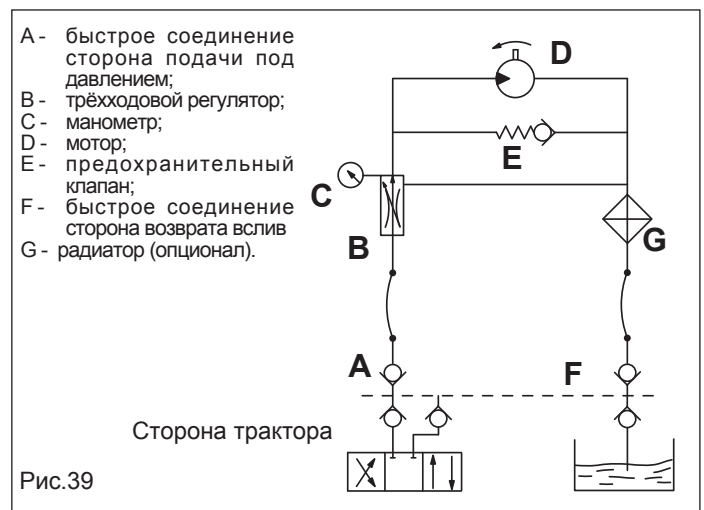
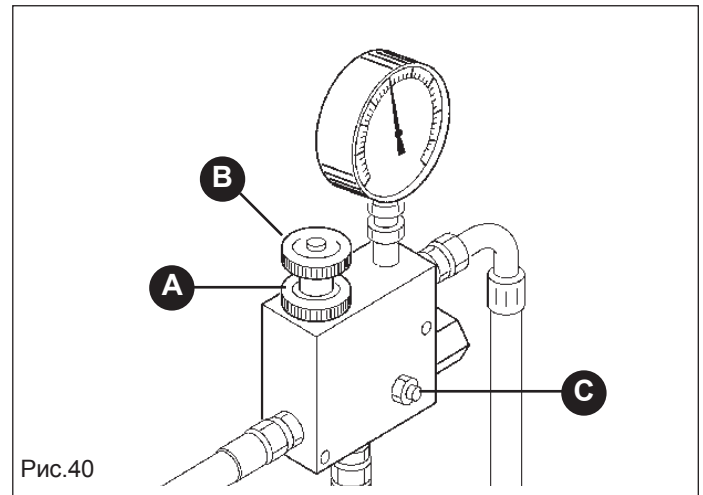

Рис.39
Рис.40
- **Питание маслом:** придерживайтесь данных схемы Рис. 39.
При выключенном моторе и заблокированном тракторе, правильно соедините все быстроразъёмные муфты. Включите трактор и введите в действие установку, как минимум, на несколько минут, установите постоянное давление во всей цепи, во избежание неустойчивости воздуходувки. Только при достижении оптимальных температур масла и отсутствии перепадов скорости воздуходувки, можно осуществлять регулировку давления. Если оборудование будет использоваться на различных тракторах, и как следствие, с различными распределителями и маслами, необходимо повторить процедуру градуирования по каждому трактору. В тракторах, с насосом переменной производительности (закрытая гидравлическая цепь), оснащённых регулятором расхода масла, должен быть полностью открыт трёхходовой регулятор В (Рис. 40); начиная с незначительного расхода масла, постепенно открывайте внутренний регулятор, до достижения желательной нагрузки, указанной на манометре С (Рис. 39).
Если необходимо увеличить количество оборотов импеллера, предназначенного для распределения самых тяжёлых гранул, проследуйте с осторожностью и вниманием, следующим образом (Рис. 40):
- a) ослабьте маховичок (А, Рис. 40);
- b) вращайте маховичок в направлении по часовой стрелке или против часовой стрелки для уменьшения или увеличения давления (В, Рис. 40), и затем изменяйте обороты воздухоподушки.
Запрещается, по любому поводу, трогать установочный винт (С Рис. 40), потому что сама установка может быть причиной поломки двигателя, насоса или продувочного импеллера.